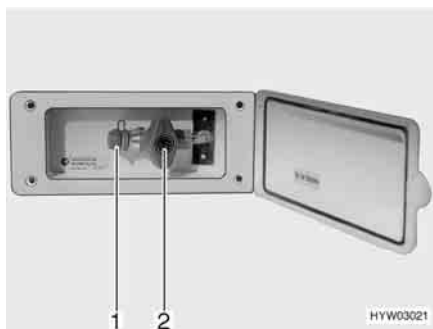

Fig. 115 Presa gas esterna, rubinetto di arresto del gas chiuso
La presa gas esterna (Fig. 115) si trova, a seconda del modello, nella parte posteriore o sul lato destro o sinistro del veicolo.
- Collegare l'apparecchio a gas esterno all'attacco (Fig. 115,1).
- Aprire il rubinetto di arresto del gas (Fig. 115,2).